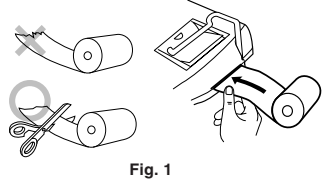

Fig. 1
- Engagez l'extrémité du rouleau de papier dans l'ouverture. (Fig. 1)